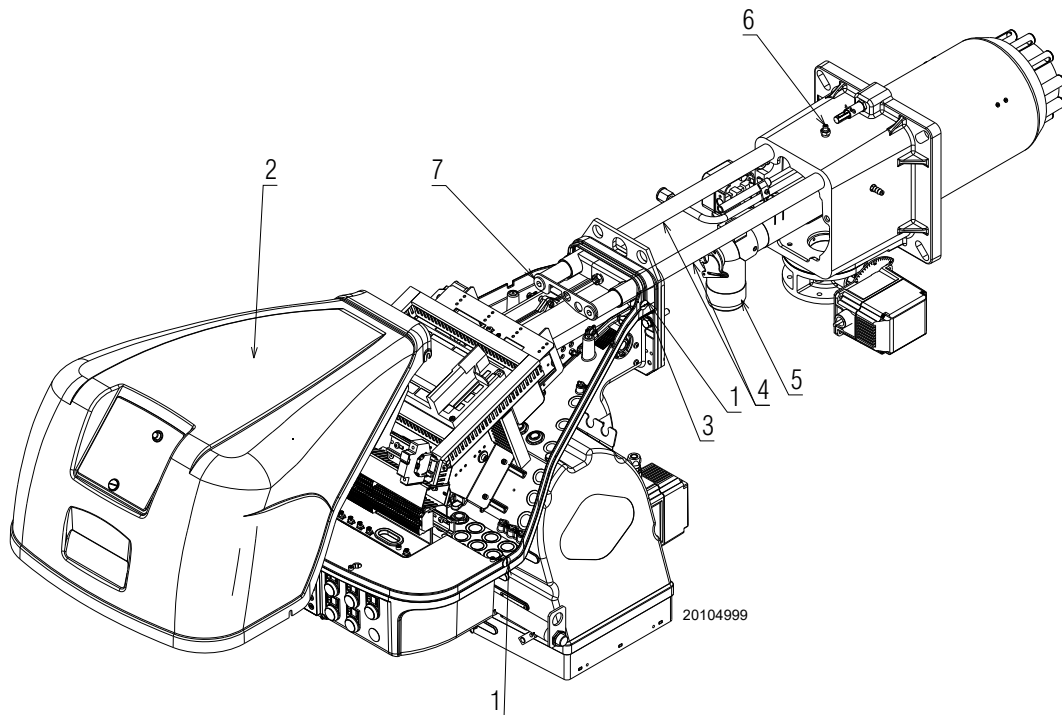

Abb. 35
Den Brenner öffnen und überprüfen, ob alle Flammkopfteile unversehrt, nicht durch hohe Temperatur verformt, keine Schmutzteile aus der Umgebung, keine Korrosionen an den entsprechenden Materialien aufweisen und richtig positioniert sind. Sicherstellen, dass die Gasaustritte für die Zündphase, die im Verteiler des Flammkopfs vorhanden sind, keine Verunreinigungen oder Rostablagerungen aufweisen. Im Zweifelsfall das Bogenstück (Abb. 35 auf Seite 37) ausbauen.
- Die 4 Schrauben 1)(Abb. 35) lockern, dann die Verkleidung 2) abnehmen.